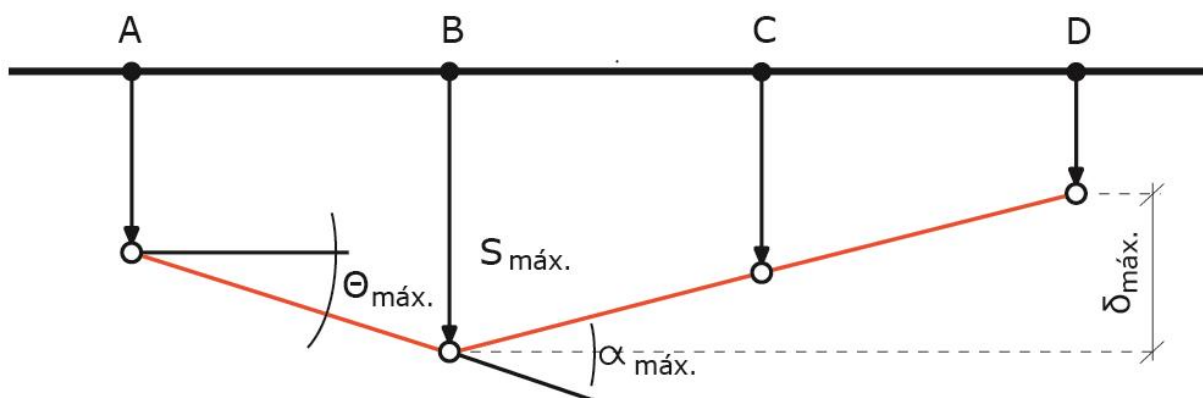

Figura 51: Representação das variáveis de movimento de fundações
A NBR 6122 nomeia algumas letras como parâmetros de estudo para o movimento de fundações que devemos conhecer. São eles (Figura 51):
- δ_s : recalque ou levantamento diferencial entre dois pontos da estrutura (observe na Figura 51 o $\delta_{\text{máx}}$);
- ✓ Esclarecendo: a rotação relativa é o ângulo entre uma linha de referência (por exemplo, a linha original que liga os pontos AB da sapata na Figura 51) e a nova linha dessa mesma estrutura.